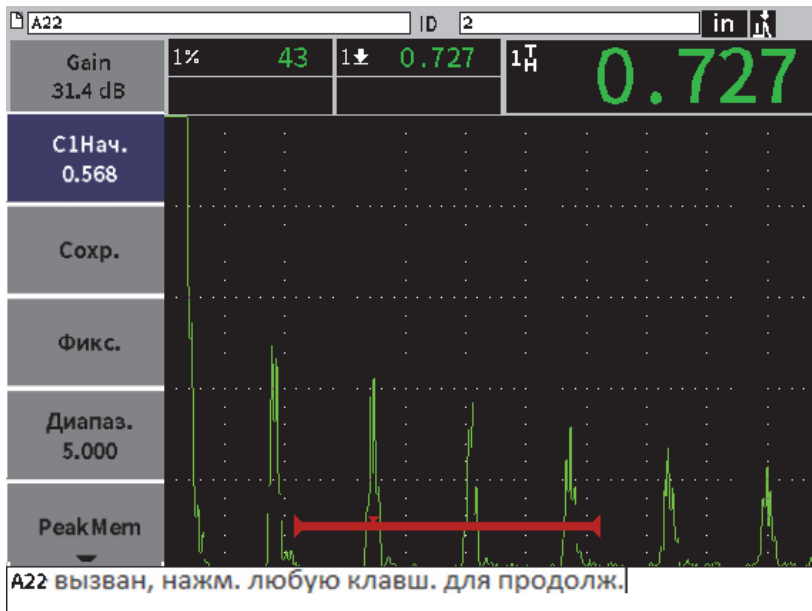

Рис. 9-10 Вызванные данные файла
2. Нажмите клавишу Enter для вывода сохраненных данных на экран текущего А-скана (см. Рис. 9-10 на стр 137).
Просматриваемый ID отображается в строке идентификации файла. В строке сообщений появляется уведомление «<имяфайла> вызван, нажмите любую клавишу для продолжения» (см. Рис. 9-10 на стр 137).